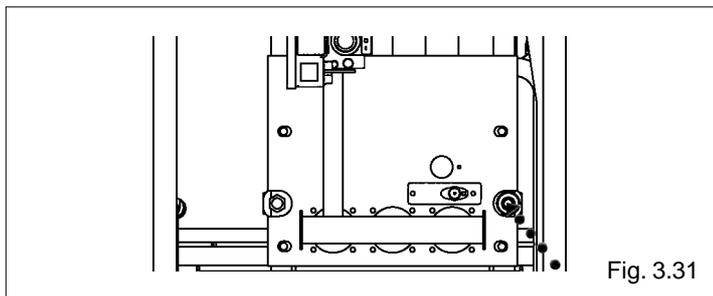

Fig. 3.31
- conectar un tubo de goma al adaptador de la llave de vaciado y abrir la llave (fig. 3.31).